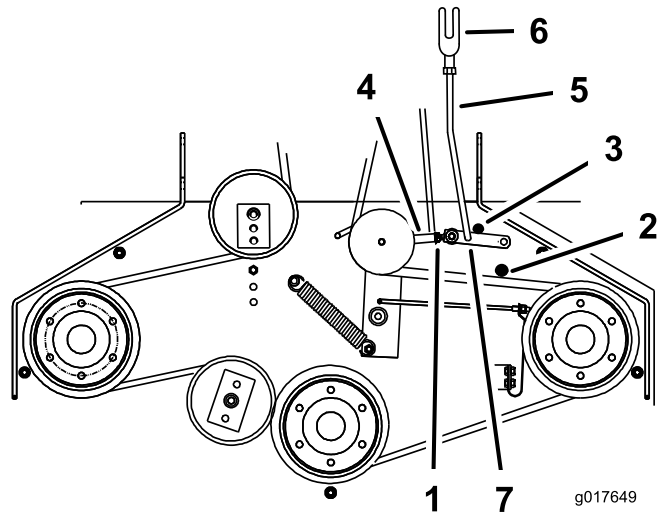

Figura 51
5. Asegúrese de que el brazo está en contacto con el tope trasero del brazo de la carcasa (Figura 51).
7. El brazo debe entrar en contacto con el tope delantero del brazo de la carcasa. Si no lo hace, la palanca acodada debe acercarse más al refuerzo (Figura 51).
8. Para ajustar el acoplamiento del brazo, retire el pasador de horquilla del brazo (Figura 51).
11. Instale el acoplamiento en el brazo y sujételo con el pasador de horquilla (Figura 51).